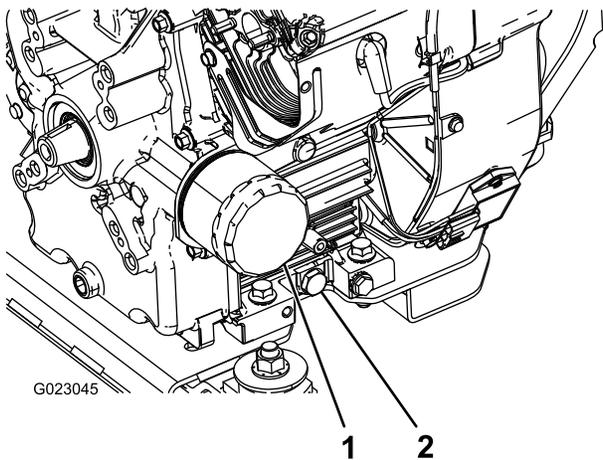

Figura 28
5. Togliete il tappo di spurgo. (Figura 28).
2. Togliete il filtro dell'olio (Figura 28).
5. Montate il nuovo filtro dell'olio sull'adattatore. Girate il filtro in senso orario finché la guarnizione di gomma non tocca l'adattatore, quindi serrate il filtro di un altro mezzo giro (Figura 28).